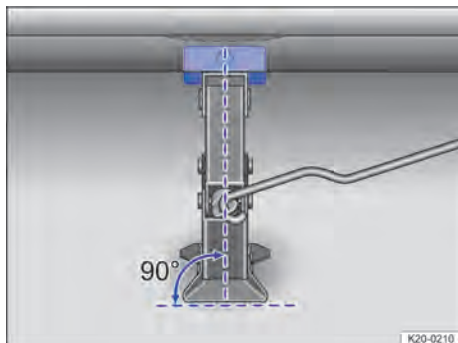
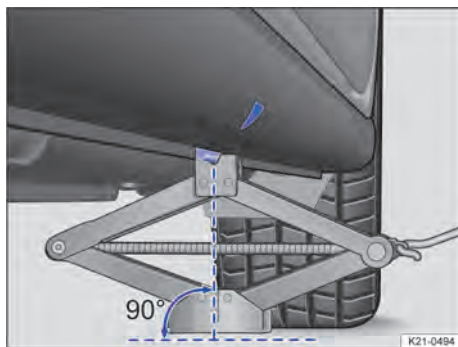

Fig. 197 Macaco posicionado no lado esquerdo traseiro do veículo.
Fig. 198 Macaco posicionado no lado esquerdo traseiro do veículo.
11. Garantir que a base do macaco, com toda sua superfície, esteja sobre o chão e que a base se encontre perpendicularmente abaixo do ponto de apoio → Fig. 197 e → Fig. 198.
12. Alinhar o macaco e, simultaneamente, levantar a garra do macaco até ela se encaixar na travessa debaixo do veículo → Fig. 198.
- Colocar o macaco somente nos pontos de apoio descritos. A garra do macaco deve se encaixar no perfil da longarina de forma segura → Fig. 197 e → Fig. 198.